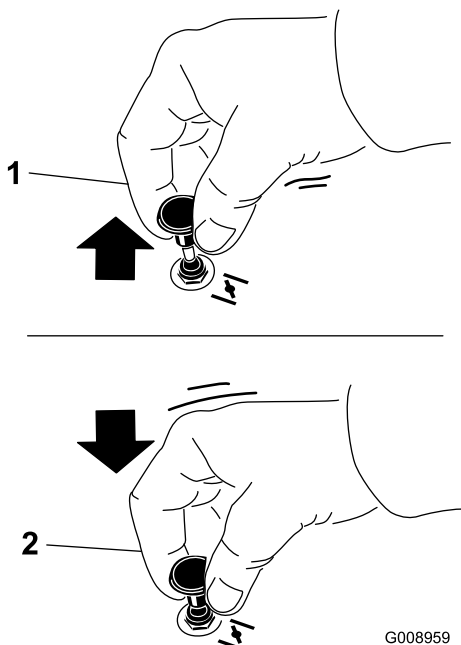

図 12
2. チョークのつまみを引き出すとチョークがセットされる。その後にエンジンを始動する（図 12）。
3. エンジンが始動したらチョークのつまみを押し込んでチョークを解除する（図 12）。